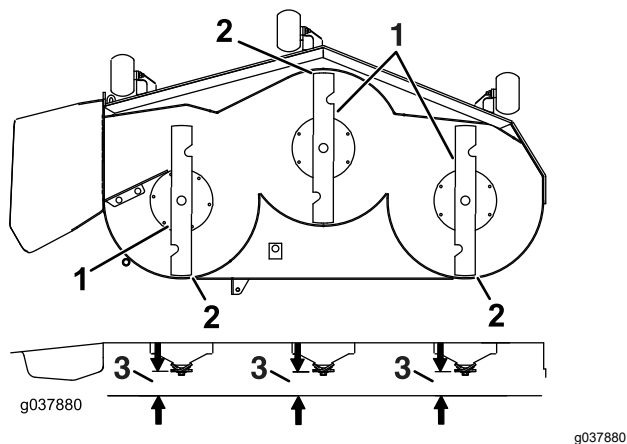

Bild 87
7. Prüfen Sie die Schnittmesserneigung in Längsrichtung (Bild 87). Stellen Sie sicher, dass die vordere Messerspitze niedriger als die hintere Messerspitze ist, wie in der Blockhöhen- und Rechentabelle angegeben. Wenn eine Einstellung erforderlich ist, fahren Sie mit diesem Schritt fort.